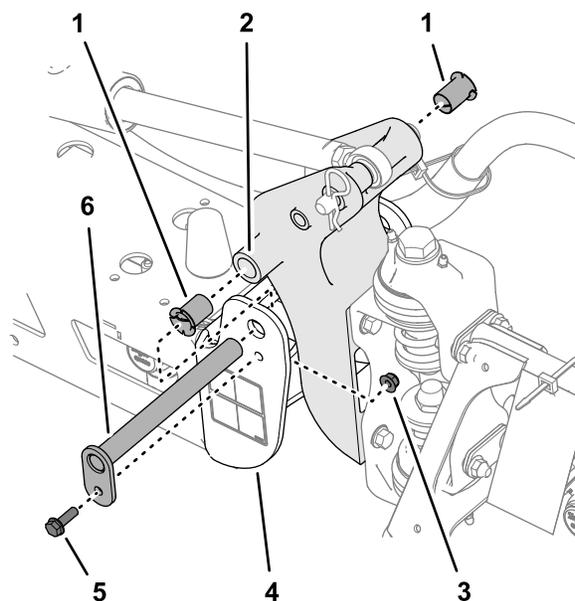

図 107
5. ナイロンブッシュを取り外し、ピボットブラケットの前面および後面側から見て点検する 図 107。
6. 各ナイロンブッシュに少量のオイルを塗ってピボットブラケットに取り付ける 図 107。
7. ピボットブラケットの穴を、エンドチャネルの穴に合わせる 図 107。
3. ピボットピンを固定しているボルトとナットを外してピンを取り外す 図 107。